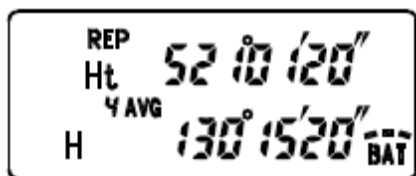

Рисунок 5.18 – Чотириразове повторення вимірів
– повторіть попередні кроки чотири рази, щоб отримати усереднене значення з чотирьох вимірів (рис. 5.18);